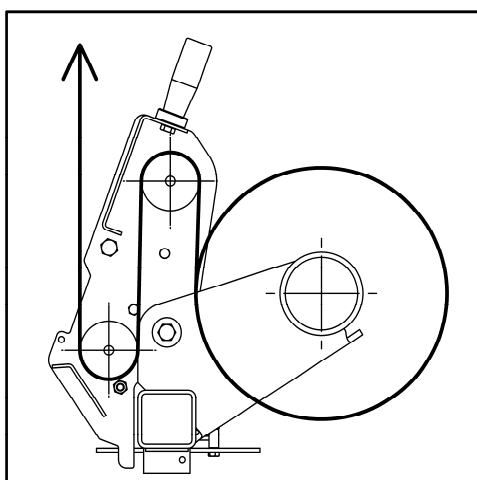

fig.16 – Passage film
- 1- Eloigner les rouleaux du support bobine en poussant sur le levier (A). Arrivé à fine course resteront accrochés sur la ferme
- 2- Pousser le tampon supérieur (C) vers le haut jusqu'à sentir l'encliquetage
- 3- Charger la bobine en la déposant avant sur le tampon inférieur (D) et après en l'alignant supérieurement au tampon (C)
- 4- Tirer la corde (E) pour faire déclencher le tampon supérieur (C)
- 5- Passer le film autour des rouleaux comme indiqué sur la fig. 16.